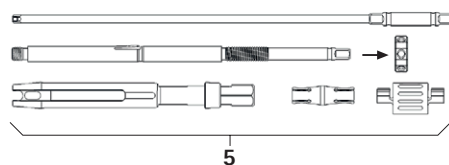

Fig. 3
- Demontera repositionsspak perkutan 5, se Fig. 3. Demontera komplett och skruva av spännmuttern.